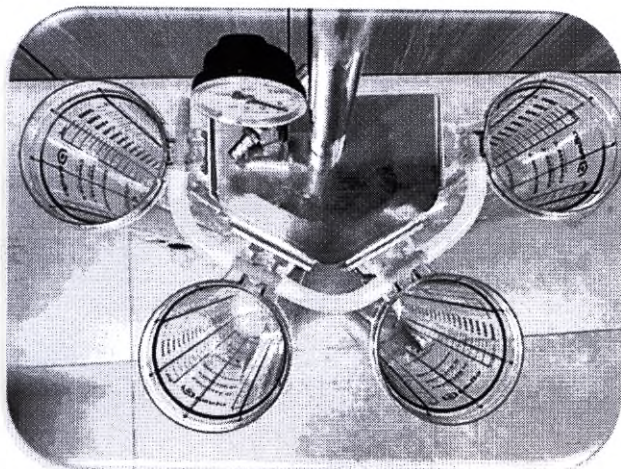

Рисунок 2.4.
- 2.5. Соединить все четыре Контейнера для пакета между собой (рисунок 2.4.).